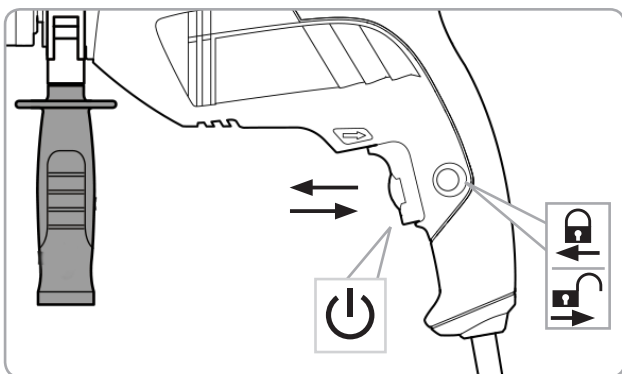

Fig.7
- Pentru a porni mașina, apăsați Înterupătorul Fig 7
- Pentru o funcționare continuă, puteți bloca pe poziția PORNIT folosind butonul special Fig 7
- După caz deblocați apăsând butonul special de blocare și apoi apăsați întrerupătorul pe poziția OPRIT. Fig 7
- Porniți mașina Fig 7
- Blocați comutatorul Fig 7